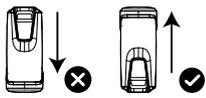

Figure 2 :
- Poser l'appareil verticalement. Voir Figure 2.